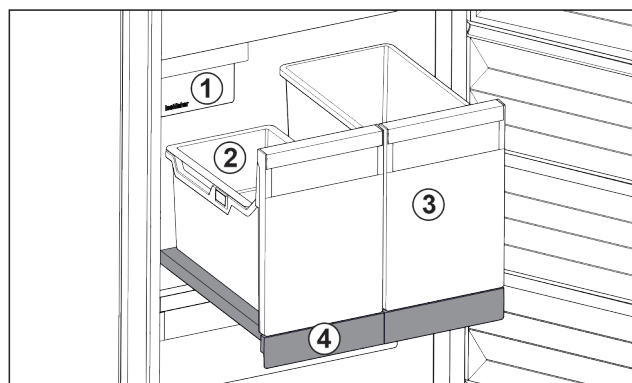

Fig. 100 Vysouvací přihrádka s IceTower
- (1) IceMaker
- (2) Závěsná miska pro kostky ledu
- (3) Nádobu např. pro pizzu, alkoholické nápoje
- (4) Vysouvací přihrádka
Na vysouvací přihrádce jsou dvě vysoké nádoby (IceTower). V nádobě Fig. 100 (2) se shromažďují a skladují kostky ledu z IceMaker. Nádobu Fig. 100 (3) se hodí pro skladování vysokých potravin jako pizzy nebo alkoholické nápoje.